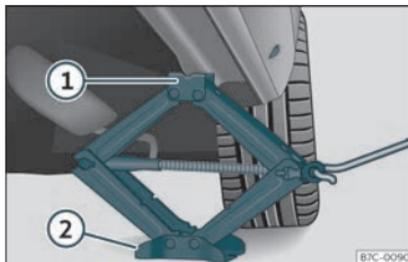

Fig. 36 Bas de caisse : placement du cric du véhicule.
- Tournez la manivelle du cric*, placé sous le point d'appui du bas de caisse, pour le lever jusqu'à ce que l'ergot ① » » fig. 36 se trouve sous le logement en plastique prévu à cet effet.
- Alignez le cric* de sorte que l'ergot ① « s'encastre » » dans le logement en plastique prévu à cet effet sur le bas de caisse et que la plaque de base mobile ② repose sur le sol. La plaque de base ② doit tomber à la verticale par rapport au point d'appui ①.